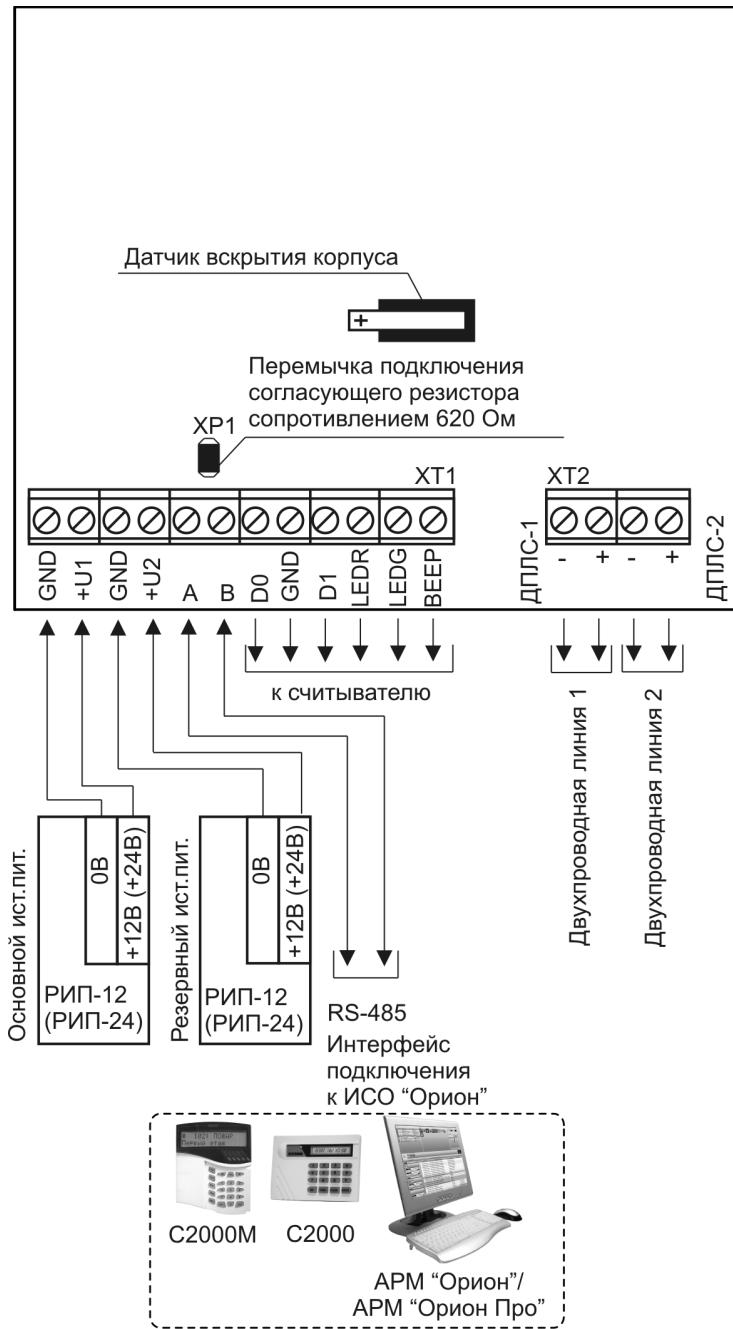

Рисунок 5. Схема внешних соединений «C2000-KДЛ»
- Подключите соединительные линии в соответствии с проектной документацией и схемой на рис. 5.